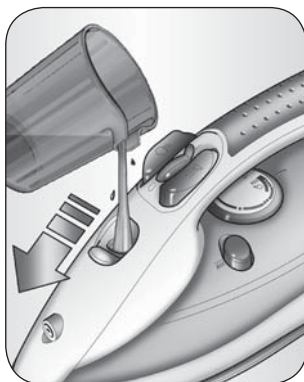

Fig. 3
- 2 Die Klappe (B) zum Öffnen nach oben ziehen. Das Bügeleisen waagerecht halten und den Wasserbehälter mit Hilfe des mitgelieferten Messbechers (M) bis zum Höchstfüllstand mit Leitungswasser füllen (Fig. 3).
- 3 Die Klappe (B) wieder schließen.
- 1 Den Tank bis zum einem Viertel mit dem mitgelieferten Meßbecher (M) füllen (Fig. 3).
- 2 Das Bügeleisen auf einer festen Unterlage senkrecht auf den Bügeleisen-Abstellrost (G) stellen.
- 6 Das Bügeleisen solange aufheizen, bis sich die Kontrolllampe (H) zum zweiten Mal ausschaltet.
- 9 Die Selbstreinigungs-Taste (K) "SELF CLEAN" drücken und das Bügeleisen waagrecht halten. Aus den Sohlenlöchern fließen Dampf und Heißwasser, die die Verkalkungen und die sich im Innerteil der Sohle angesammelten Unreinheiten entfernen.